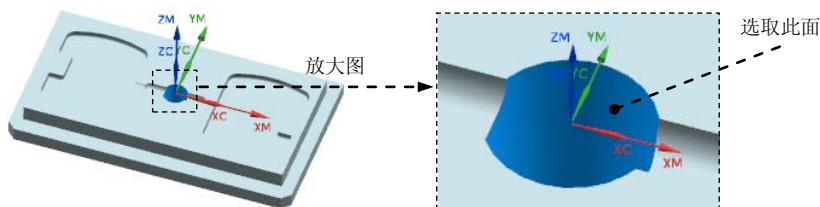

图 18.32 指定切削区域
Step2. 在图形区中选取图 18.32 所示的面为切削区域, 然后单击“切削区域”对话框中的 **确定** 按钮, 系统返回到“深度加工轮廓”对话框。